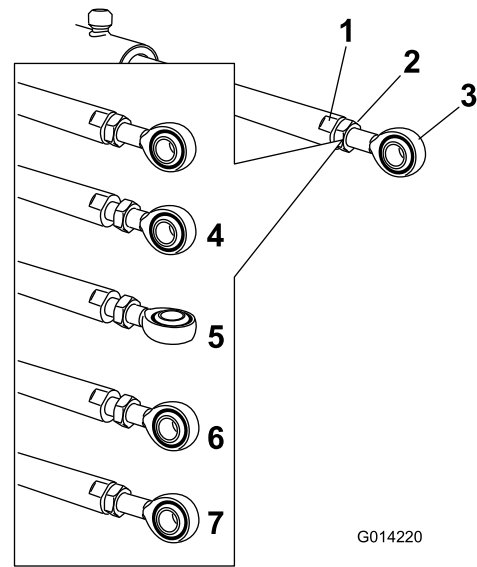

Bild 94
5. Arretieren Sie die flachen Seiten der Aktuatorstange mit einem Schraubenschlüssel und lösen Sie dann die Klemmmutter, damit Sie die Ösenstange manipulieren können (Bild 94).
6. Drehen Sie die Ösenstange in der Aktuatorstange, um den ausgefahrenen Aktuator auf die gewünschte Stellung zu verlängern oder zu verkürzen (Bild 94).